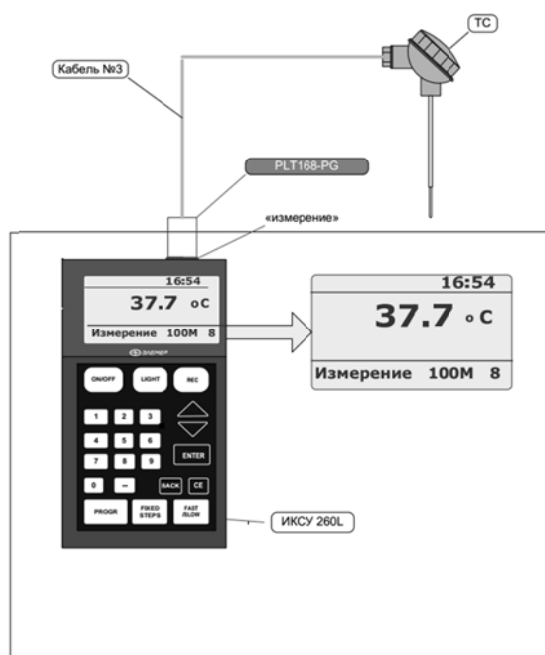

Рис. 5. Схема подключения калибратора-измерителя к термопреобразователю
Схема подключения калибратора к измерительному преобразователю приведена на рис. 5.
3. Включить калибратор ИКСУ-260L, нажав кнопку 5 (рис. 5).